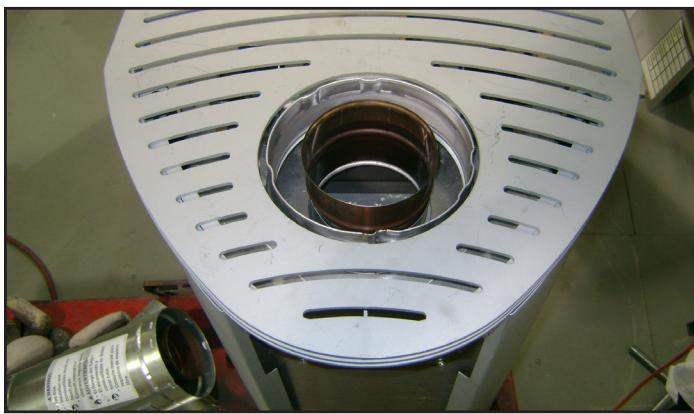

Figure 8.7
1. Retirez la plaque supérieure avec trou et jetez-la. (Figure 8.7).